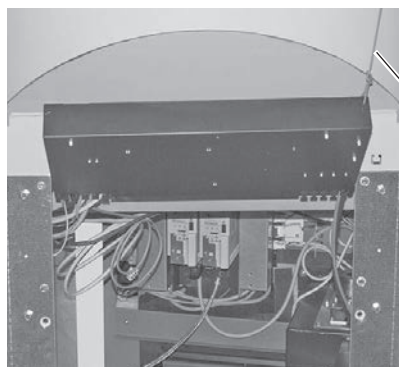

Fig. 258 Sollevare il quadro di comando e fissarlo con una fune o un filo
Il quadro di comando 2 può essere ripiegato verso l'alto per un collegamento più agevole alla consolle di collegamento risp. ai convertitori di frequenza – Fig. 258.
- ▶ Sollevare il quadro di comando e fissarlo con una fune o un filo – Fig. 258.